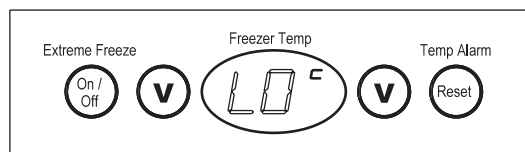
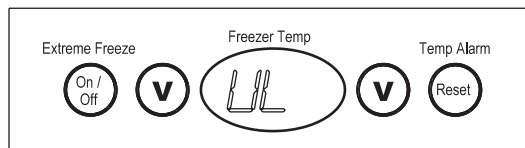

Figure 5
Figure 6
Appuyez sur la touche ALARM RESET et maintenez-la enfoncée jusqu'à ce que le tableau de commande émette un bip pour activer ou désactiver le verrouillage du tableau de commande. Le verrouillage permet d'éviter de changer accidentellement les réglages de température et de congélation extrême. « L0^C » s'affiche pendant trois (3) secondes pour indiquer que le tableau de commande est verrouillé (figure 5). Une fois le verrouillage activé, « L0^C » s'affiche pendant trois (3) secondes à chaque fois que vous appuyez sur une touche. Lorsque le verrouillage est désactivé, « UL » s'affiche pendant 1 seconde (figure 6).